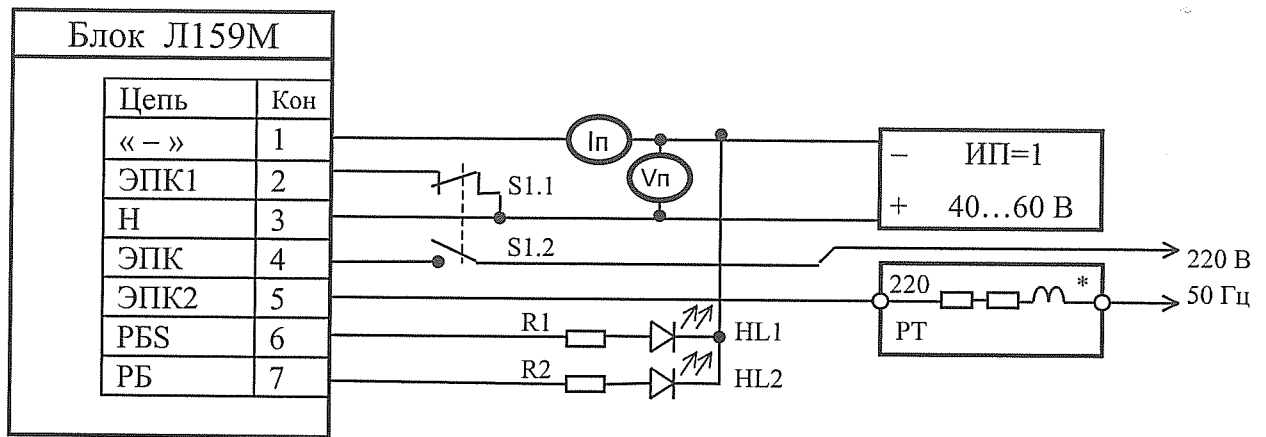

Рис. 1. Схема испытаний блока Л159М.
3.1.3.1. Проверка функционирования блока Л159М производится по схеме рис. 1. Проверьте функционирование блока по таблице 3.1 при напряжениях питания источника ИП=1: $(40 \pm 1)В$, $(50 \pm 1)В$ и $(60 \pm 1)В$. Условные обозначения, принятые в таблице 3.1: